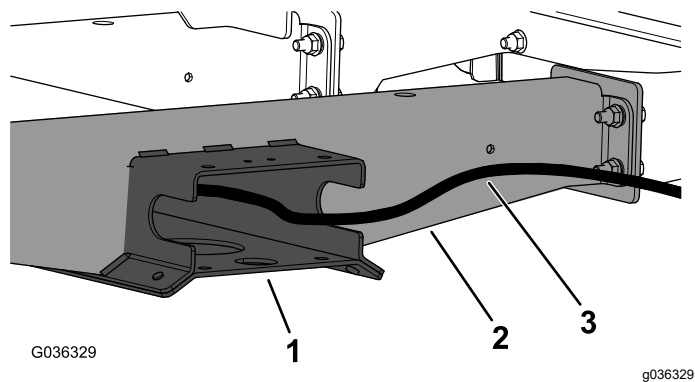

Figura 6
4. Passe a tubagem do kit ao longo da placa do canal do chassis e através da abertura no canal do chassis (**Figura 6**).